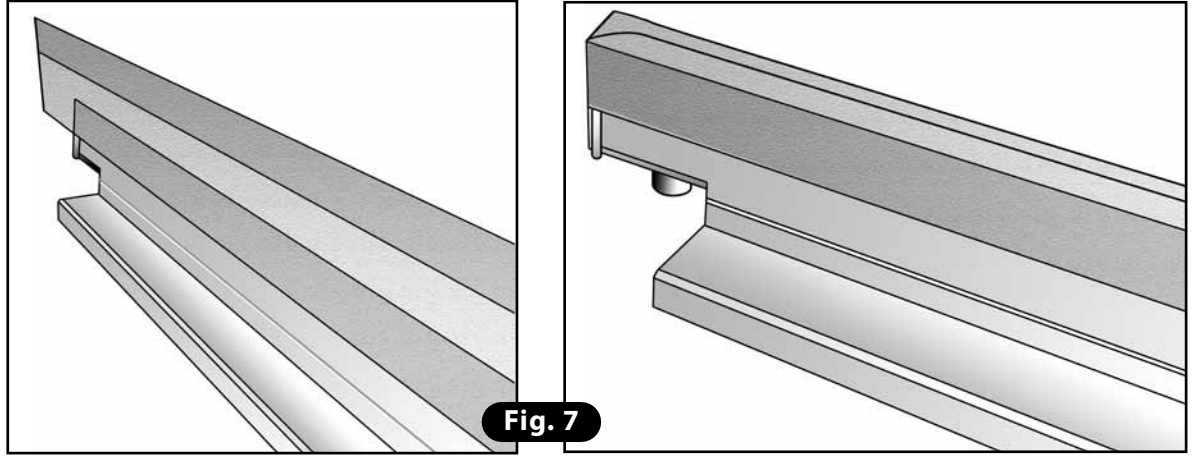

Fig. 7
- 4) Applicare il nastro nuovo tagliando la parte eccedente ai due capi (Fig. 7).